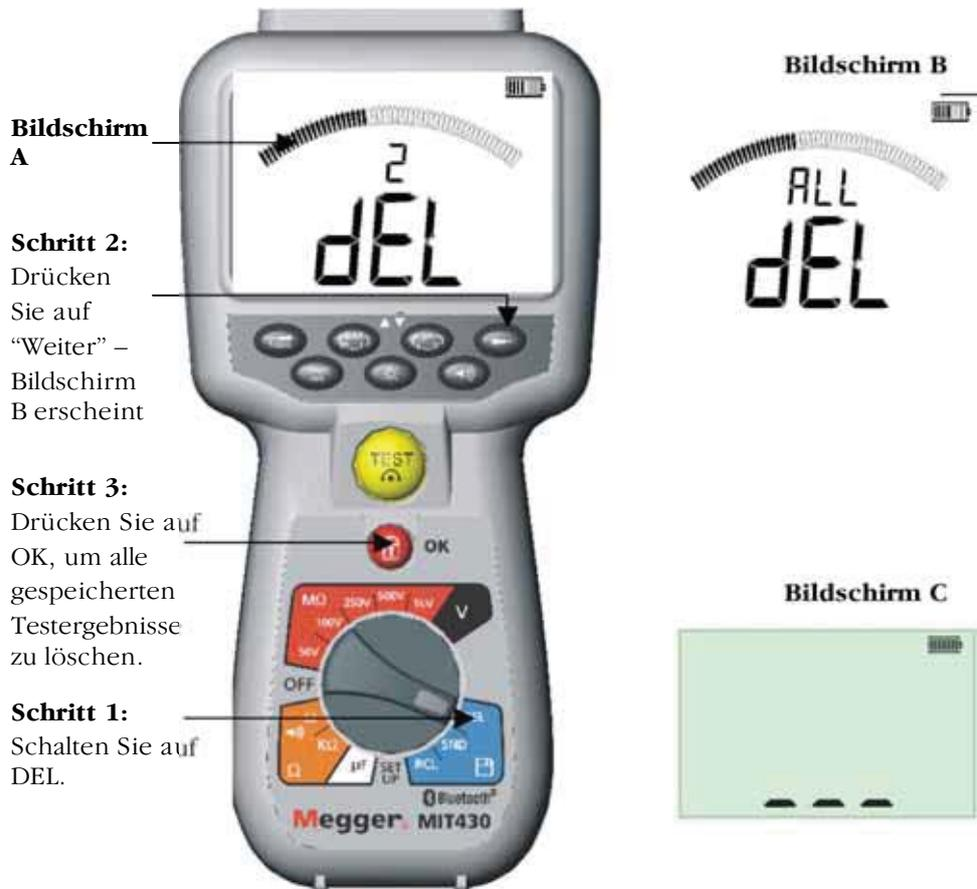

Abb. 17 Löschen aller Testergebnisse
Abb. 17 zeigt die Displays, die beim Abruf eines Testergebnisses für einen Test der Dielectric Absorption Ratio (DAR) dargestellt werden.
16.2 Verfahren zum Löschen aller Testergebnisse (siehe Abb. 17)
3. Drücken Sie auf „OK“, um alle Testergebnisse zu löschen. Beachten Sie, dass die Fortschrittsleiste abnimmt, je mehr Testergebnisse aus dem Speicher gelöscht werden. Siehe Abb. 17, Bildschirm C.
4. Nach Abschluss des Löschvorgangs stellt das Display drei Striche dar, die andeuten, dass keine weiteren Testergebnisse gespeichert sind. Siehe Abb. 17, Bildschirm D.